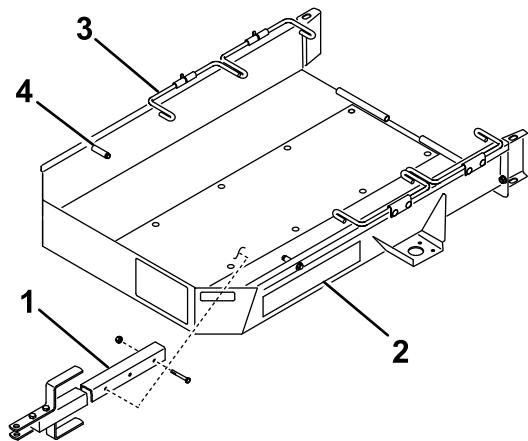

Рисунок 2
- Прикрепите дышло в сборе к монтажному кронштейну на нижней стороне платформы прицепа с помощью 2 болтов ($\frac{3}{8} \times 2\frac{3}{4}$ дюйма) и 2 контргаек (Рисунок 2).
4. Переведите дроссельную заслонку в положение наименьшей частоты вращения и **медленно** заведите машину на прицеп до контакта транспортных колес с упорами прицепа (Рисунок 2).
6. Поверните первый набор рулевых тяг вниз за транспортные колеса (Рисунок 2).